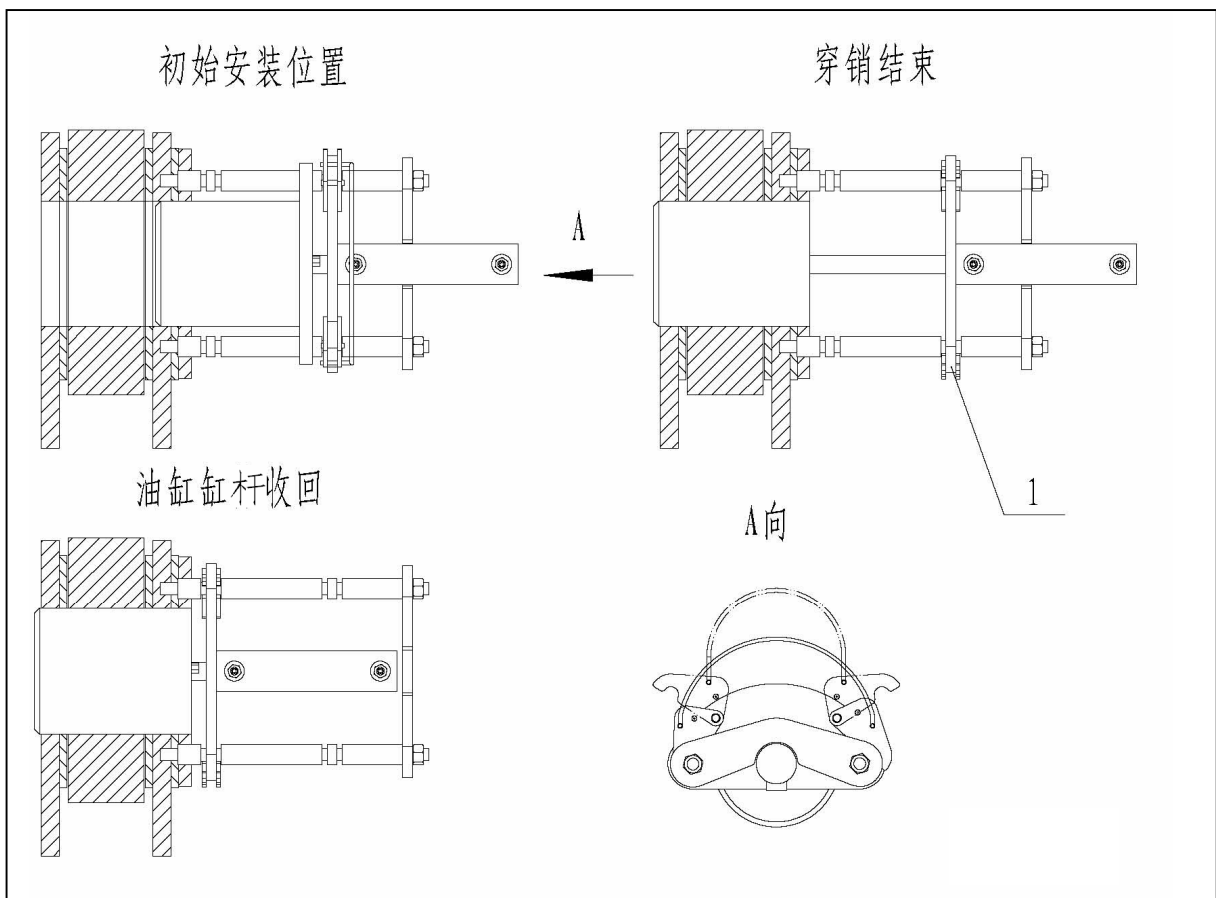

图 2.6.1
2.6.1 主臂根穿销油缸销轴架使用方法（图 2.6.1）: